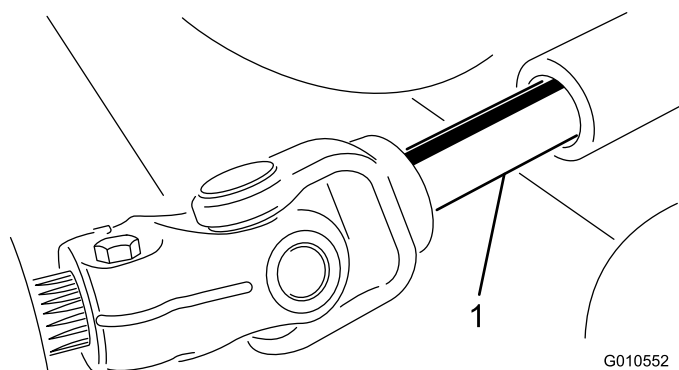

図 20
5. PTO シャフトのオスメスの接続部分を解除して、カッティングユニットをトラクションユニットから引き出す【図 20】。
3. オスの PTO シャフトとメスの PTO シャフトを接続する【図 20】。